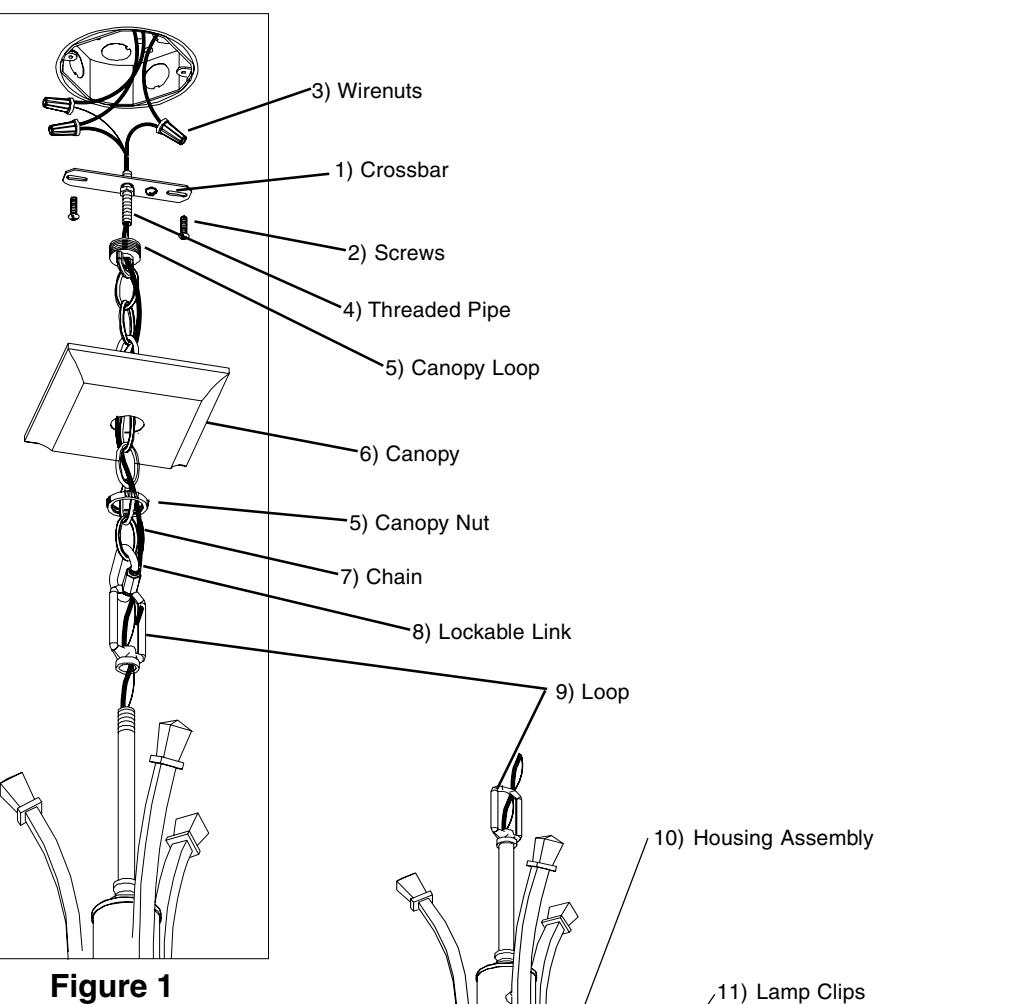

Figure 1
- Employer des capuchons de connexion (3) pour connecter le fil brun ou clair de l'appareil au fil noir d'alimentation et le fil strié brun ou clair au fil blanc d'alimentation. Voir la fig. 1.**
3. Assemble mounting hardware: Thread Threaded Pipe (1) about 1/2" into center hole of Crossbar (4). Hold short end of Threaded Pipe and place Canopy (6) over opposite end (Note: Crossbar will be inside of canopy). Thread Canopy Loop/Nut (5), attached to end of chain, onto end of Threaded Pipe. See Fig. 1.
4. To determine desired length of chain use Lockable Link (8) and hook Chain temporarily to Loop (9). Hold fixture up to ceiling to determine desired length of Chain and remove links if needed. Note: Use pliers to remove links to adjust Chain to desired length or call Technical Support to purchase additional chain. Attach end link of Chain (7) to Loop (9) with Lockable Link (8). Route the ground & fixture supply wires through every fourth link of chain and through center of 1-1/2" Threaded Pipe (4) in Crossbar. Trim ground & fixture supply wires to extend approximately 6" beyond Threaded Pipe and strip 1/2" insulation from ends of wires. See Fig. 1.
5. Take fixture assembly by the Chain, loosen Canopy Nut completely and slide Canopy down. Have one person help to support fixture while mounting Crossbar (1) to junction box with two 1-1/2" Screws (2). See Fig. 1.
7. Use Wirenuts (3) to connect brown or clear fixture wire to the black power supply wire and brown or clear ribbed fixture wire to the white power supply wire. See Fig. 1.
3. Ensamble el hardware de montaje: Rosque el Tubo Roscado (1) alrededor de 1/2" en agujero de centro de la Barra Transversal (4). Sostenga el extremo corto del Tubo Roscado y coloque el Espaciador de Sobrecielo (6) sobre el extremo opuesto (Nota: La Barra Transversal estará dentro del Espaciador de Sobrecielo). Rosque la Tuerca de Lazo del Espaciador de Sobrecielo (5), la cual esta sujetada al extremo de la cadena, al extremo del Tubo Roscado. Vea Fig. 1.
4. Para determinar la longitud deseada de la cadena use el Eslabón de Cerradura (8) y enganche la Cadena temporalmente al Lazo (9). Sostenga el luminario hasta el techo para determinar la longitud deseada de la Cadena y si es necesario, quite los eslabones. Nota: Use alicates para quitar los eslabones y ajustar la Cadena a la longitud deseada o llame a Soporte Técnico para comprar cadena adicional. Sujete el eslabón final de la Cadena (7) al Lazo (9) con el Eslabón de Cerradura (8).
5. Encamine los alambres de tierra y de suministro de electricidad del luminario a través cada cuarta eslabón de la cadena y por el centro del Tubo Roscado de 1-1/2" (4) en la Barra Transversal. Corte los alambres de hacer tierra y los de suministro de electricidad del luminario para que extiendan aproximadamente 6" más allá del Tubo Roscado y quite 1/2" del material aislante del extremo de los alambres. Vea Fig. 1.
5. Agarre el ensamblaje del luminario por la Cadena, suelte la Tuerca del Espaciador de Sobrecielo totalmente y deslice el Espaciador hacia abajo. Haga que una persona ayude a sostener el luminario mientras este montando la Barra Transversal (1) a la caja de ensambladura con dos Tornillos de 1-1/2" (2). Vea Fig. 1.